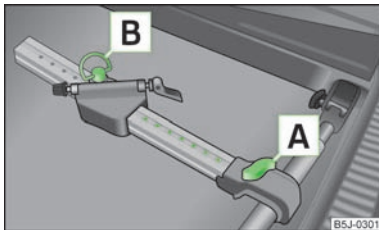

Abb. 55
- › Die Schraube **A** » Abb. 55 etwas herausziehen und den Längsträger (Alu-Teil) zum Querträger schieben, bis die Fassung einrastet.
- › Die Schraube **A** » Abb. 55 lösen und den Fahrradträger zusammen mit dem befestigten Fahrrad nach links schieben, sodass es zwischen dem Lenker und dem Seitenfenster des Gepäckraums zu keiner Kollision kommen kann.